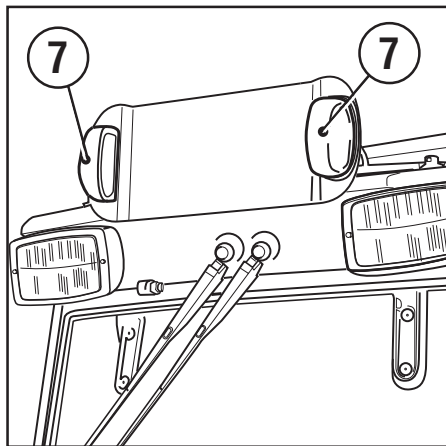

Fig. 61
- **Nummerpladelys** (7 Fig. 61).